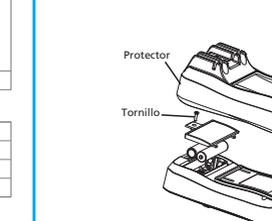
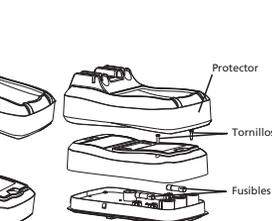

Fig. 8a
Fig. 8b
2. REPLACEMENTS (see Fig. 8a, Fig. 8b)